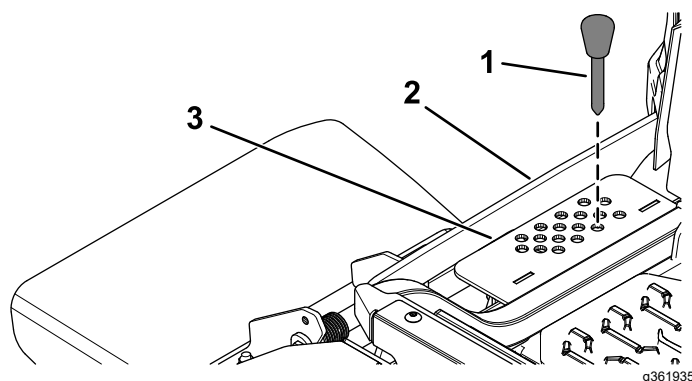

Figura 29
2. Selecione um orifício, no suporte da altura de corte, que corresponda à altura de corte desejada e insira o pino (Figura 29).
3. Empurre para baixo o interruptor de elevação da plataforma até que a ligação da altura de corte contacte ligeiramente com o pino da altura de corte (Figura 29).